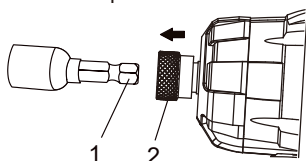

Fig. 11
2. Insérez le côté hex (1) dans l'entraînement hex (2) (figure 11).